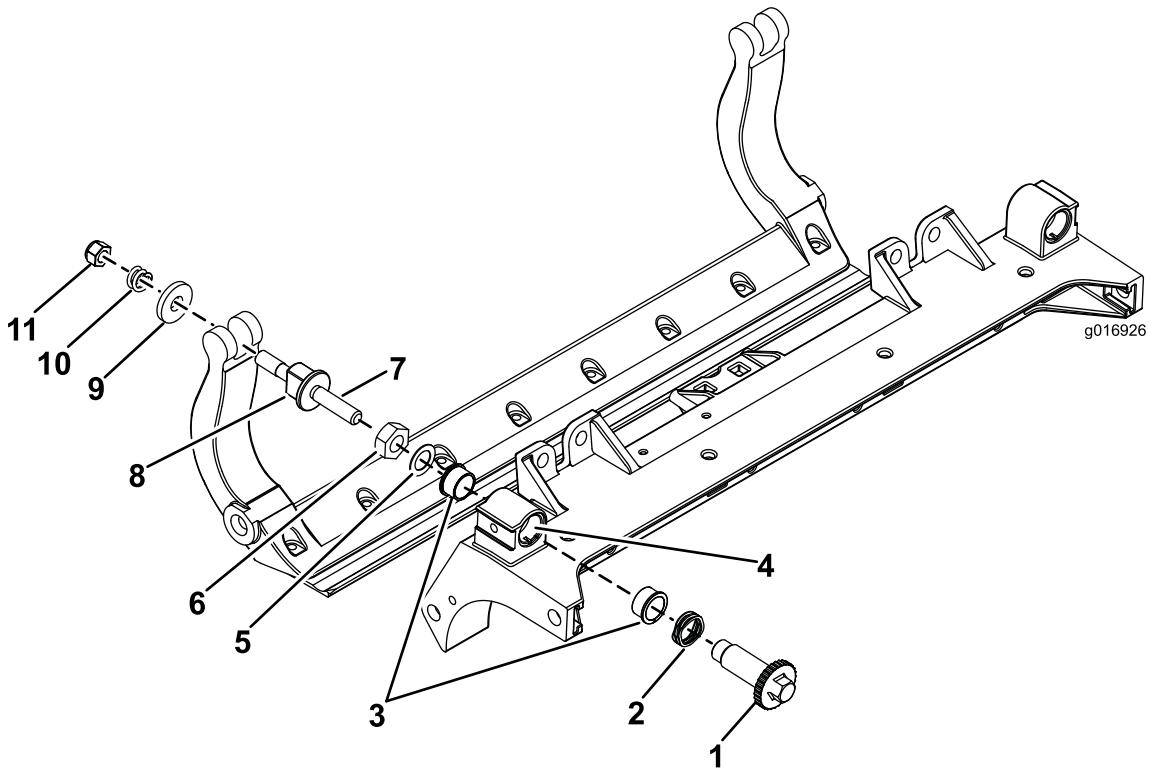

Figura 43
1. Rimuovete tutti i componenti (fate riferimento alle *Istruzioni per l'installazione* del kit DPA HD e a Figura 43).
2. Applicate del lubrificante antigrippaggio all'interno dell'elemento in cui vanno montate le boccole, sul telaio centrale dell'apparato di taglio (Figura 43).
3. Allineate le chiavette sulle boccole flangiate alle scanalature sul telaio e montate le boccole (Figura 43).
4. Montate una rondella ondulata sull'albero del dispositivo di regolazione e inserite l'albero all'interno delle boccole flangiate sul telaio dell'apparato di taglio (Figura 43).
5. Fissate l'albero del dispositivo di regolazione con una rondella piana e un dado di bloccaggio (Figura 43).
12. Posizionate una rondella in acciaio all'esterno di ciascuna rondella in nylon (Figura 43).
Nota: Le rondelle all'interno possono avere del gioco (Figura 43).
15. Serrate il dado su ciascun gruppo di regolazione della barra di appoggio fino a comprimere completamente la molla di compressione, quindi allentate il dado di 1/2 giro (Figura 43).